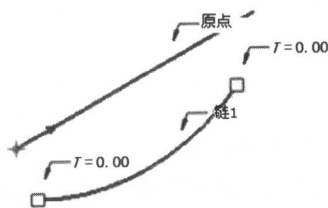

图 1-17
① 单击可变剖面扫描工具按钮 ，打开可变剖面扫描特征操控板。
② 单击  按钮，以生成实体特征。
③ 选择原始轨迹线，并确定其起始点位置。
④ 按下 Ctrl 键，选中轮廓线，如图 1-17 所示。